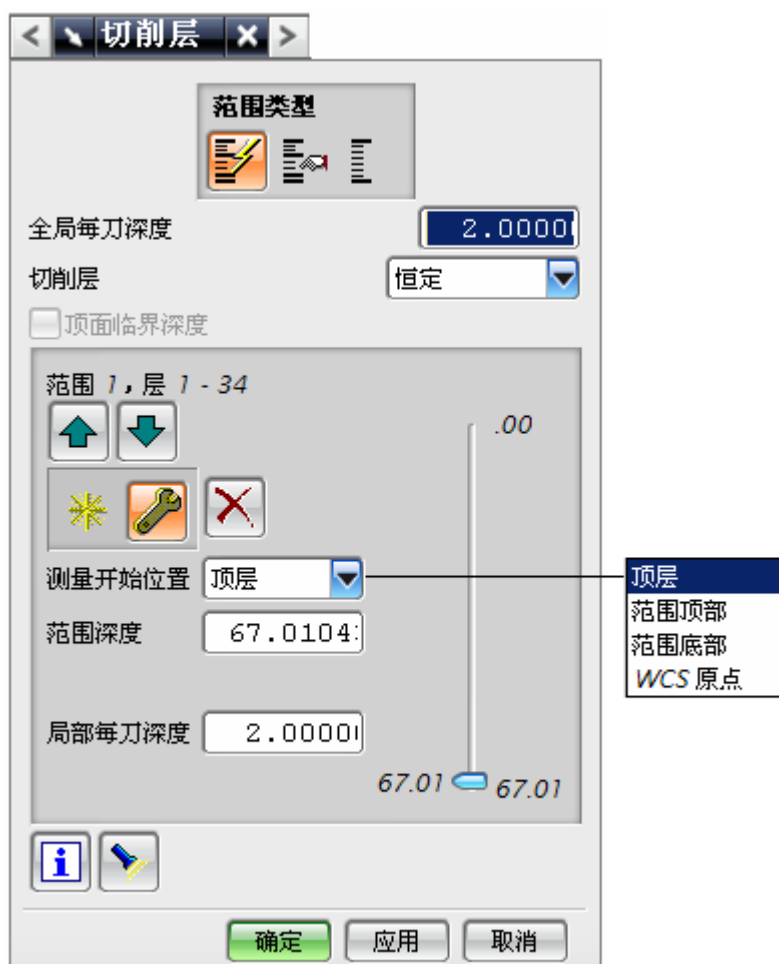

图 5-10
- 单击 , 生成如图 5-10 所示的刀轨, 单击 OK。